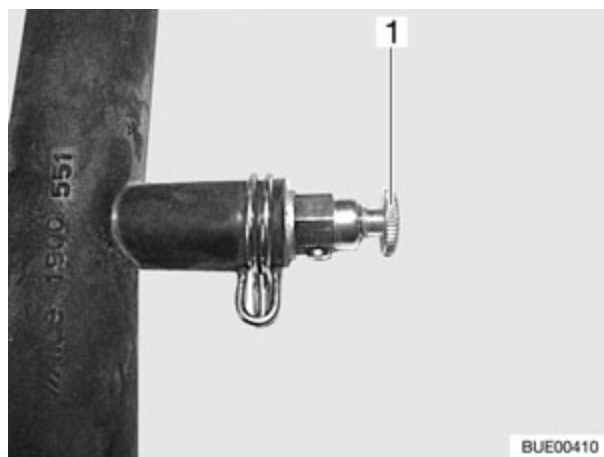

Fig. 189 Válvula de purga de la calefacción de agua caliente
- Abrir la válvula de purga (Fig. 189,1) y dejarla abierta hasta que deje de salir aire.